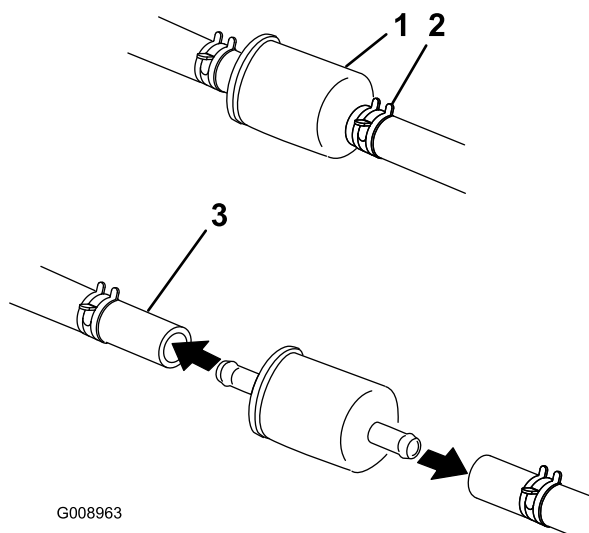

Figure 49
2. Nettoyez la surface autour du bouchon du réservoir de carburant pour éviter que des débris ne tombent à l'intérieur du réservoir (Figure 49).
4. Pincez les extrémités des colliers et faites glisser ceux-ci pour les éloigner du filtre (Figure 49).